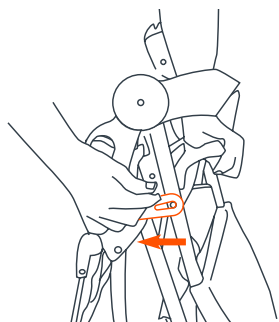

Fig. 21a
**21)** • Placer la poussette sur le sol avec les trois roues touchant le sol. Relâchez le levier de verrouillage qui est situé sur le côté droit (Fig. 21a).